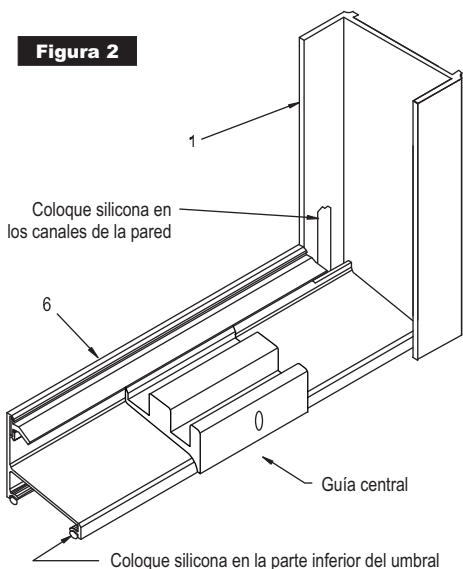

Figura 2
1. Coloque los montantes murales (1) en las paredes. Centre la parte inferior de los montantes en el borde de la bañera. Sostenga y marque los orificios donde colocará los tornillos.
2. Retire y perforo orificios de 3/16" de diámetro en las paredes (utilice un taladro con punta de carburo para las paredes con azulejos). Coloque en los orificios anclajes de plástico para paredes (2). Coloque silicona en la unión entre la pared y el borde de la bañera para sellar la parte inferior del montante. En el lateral del cerramiento de la parte superior de la ducha, ajuste el tope central de la puerta (4) y el tope de la parte inferior (4a) con tornillos #8 x 1-1/4" (3) y la parte superior del montante mural con otro tornillo #8 x 1-1/4" (3). En el otro lateral, ajuste el tope central de la puerta (4) con un tornillo #8 x 1-1/4" (3) y la parte superior e inferior del montante mural con otro tornillo #8 x 1-1/4" (3). **NOTA: Los paneles de vidrio cierran en la ranura de los topes. La ranura se orienta hacia el interior de la bañera en el lateral de la parte superior de la ducha, y hacia el exterior del otro montante.**
3. Corte el umbral (6) para que encaje en las aberturas entre los montantes. Coloque una tira de silicona a lo largo de toda la parte inferior del umbral (ver Figura 2) y coloque silicona en el interior del montante, en la unión con la bañera. En el interior del montante, coloque una tira de silicona de 1/4", hasta 1-1/4" por fuera del soporte de cada montante mural (ver Figura 2). Coloque el umbral en su lugar y presione firmemente sobre el borde de la bañera. Retire el excedente de silicona antes de que se seque. Utilice cinta para mantener firme hasta que seque la silicona.
4. Corte el dintel (8) 1/32" a 1/16" menos que el ancho de la abertura y coloque en su lugar.
5. Para colocar el panel deslizante de vidrio, sostenga el panel deslizante dentro de la bañera o base de la ducha, inserte las ruedas arriba en el dintel y bájelo hasta colocarlo en su lugar. El panel de vidrio deslizante interior tiene únicamente un orificio para el picaporte interno (10) y se cerrará contra el montante de la pared en el lateral de la parte superior de la ducha. Luego, inserte el extremo inferior del deslizador externo frente al deslizador interno, presionando los extremos inferiores lo suficiente para que quede un espacio libre en el borde interior de la bañera o de la base de la ducha. Evite el contacto entre los soportes de las ruedas mientras levanta el panel para colocarlo en su lugar. El deslizador externo se cerrará contra el montante opuesto a la parte superior de la ducha.
6. Coloque la guía central (7) en el centro del umbral (ver Figura 2). Asegúrese de que la guía central esté enganchada en su posición en el umbral. Coloque la guía central con un tornillo #6 x 3/8" (14).
8. Para instalar el toallero (9), primero coloque las bases de las agarraderas empotradas (11b) en el toallero (9). Inserte los casquillos (13) en los orificios del vidrio (17). Luego, sostenga el toallero (9) contra el orificio en el vidrio con la arandela de la agarradera empotrada (12) entre el vidrio y el toallero. Coloque una arandela de la agarradera empotrada (12) en la agarradera empotrada (11a) y ajuste el toallero (9) en ambos extremos. Instale la agarradera del